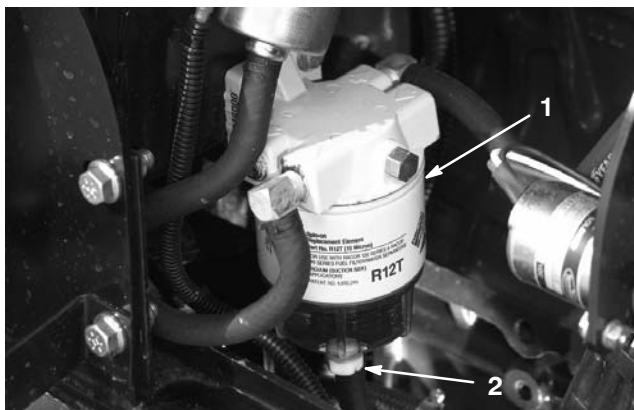

Figure 48
Vidangez chaque jour l'eau ou autres impuretés qui se trouvent dans le séparateur d'eau (Fig. 48).
2. Dévissez le bouchon de vidange en bas de la cartouche du filtre (Fig. 48). Revissez le bouchon quand la vidange est terminée.